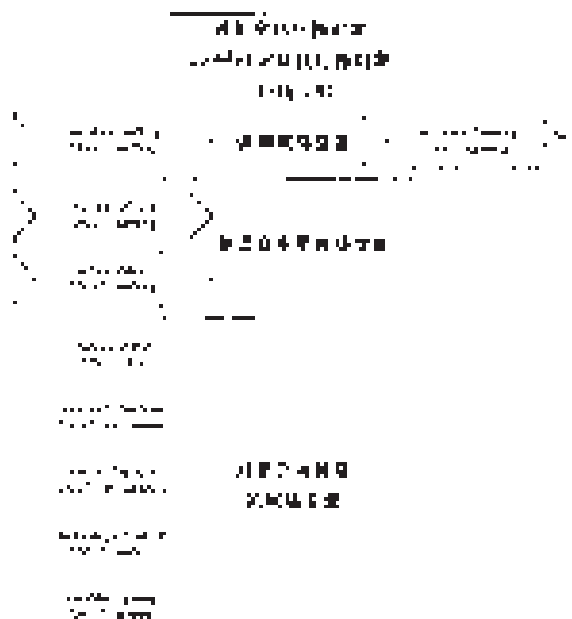

图 7. 遮阳窗执行器对象
- > 1 个遮阳窗 / 闭环执行器对象 (#4) (见图 7)。